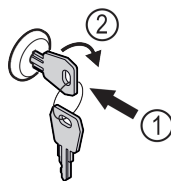

Fig. 240
- Sätt in nyckeln. Fig. 240 (1)
- Vrid nyckeln 90° medurs. Fig. 240 (2)